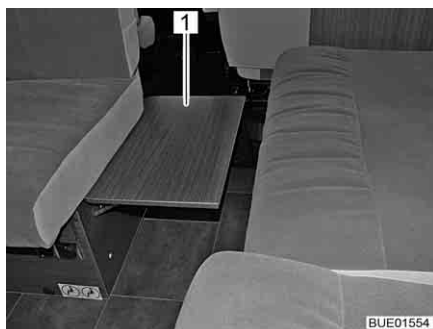

Bild 98 Uppfällbar sittbänksbreddning
- Fäll upp sittbänksbreddningen (Bild 98,1) vid den främre sittbänken och haka i den.